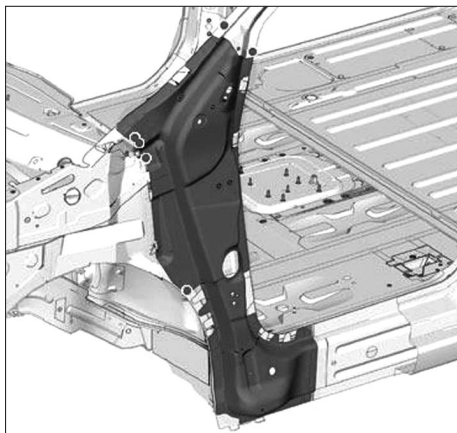

FIG. 53
- Souder par points bouchons (Fig.53).